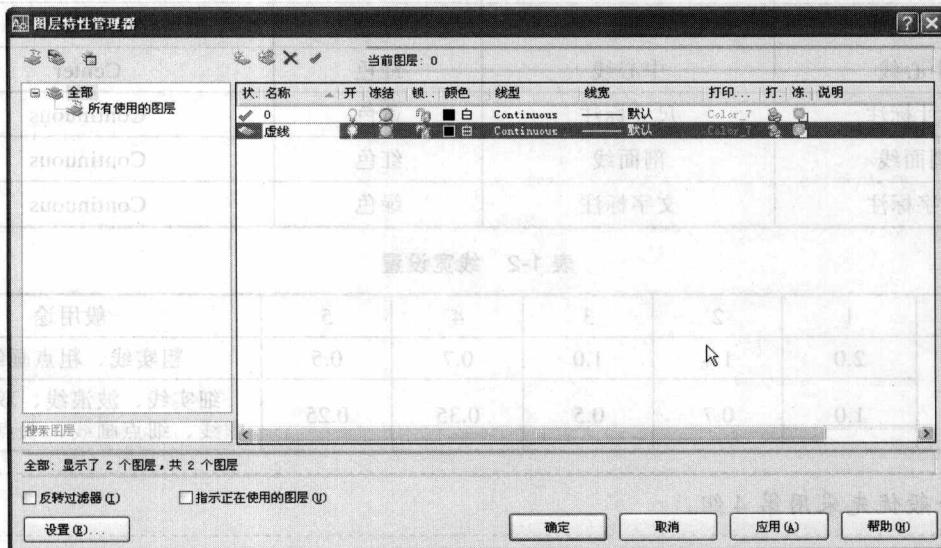
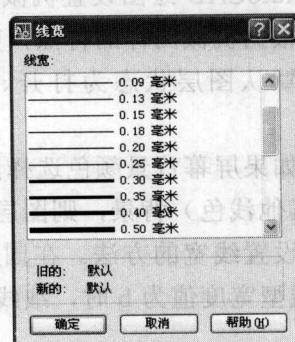

图 1-4 “图层特性管理器”对话框
图 1-9 “线宽”对话框
(1) 单击对话框中的 (新建图层) 按钮，AutoCAD 自动创建名为“图层 1”、颜色和线型分别为“白色”、Continuous (实线) 的新图层。如果要将“图层 1”改为“虚线”，可单击“图层 1”，然后输入“虚线”即可，结果如图 1-4 所示。
(2) 根据表 1-1，将“虚线”图层的绘图颜色改为黄色，单击图 1-4 中“虚线”行的“白色”项，AutoCAD 将打开如图 1-5 所示的“选择颜色”对话框。从中选择黄色后单击对话框中的“确定”按钮，完成颜色的设置。
(3) 根据表 1-1，将“虚线”图层的绘图线型更改为 Dashed 线型。单击图 1-4 中“虚线”行上的 Continuous 项，AutoCAD 将打开用于确定绘图线型的“选择线型”对话框，如图 1-6 所示。
(6) 根据表 1-2, 将“虚线”图层的绘图线宽更改为 0.35 毫米。单击图 1-4 中“虚线”行上的线宽项, AutoCAD 将打开用于确定绘图线宽的“线宽”对话框, 如图 1-9 所示。